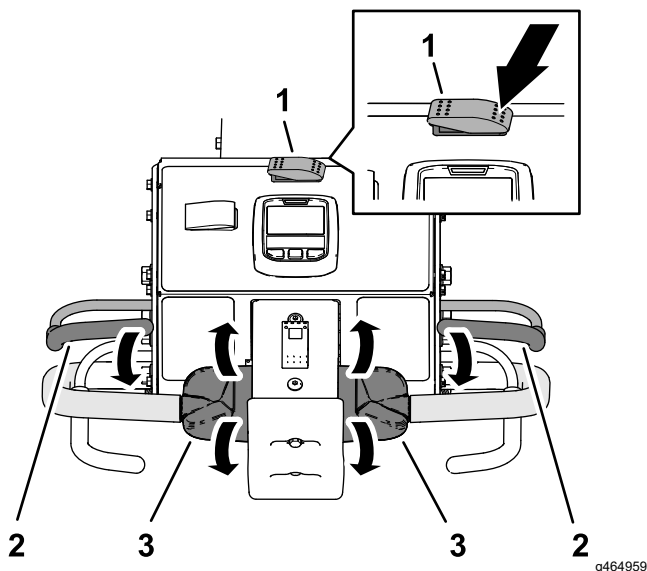

Bild 83
3. Drücken Sie die linke Seite des Transport-/Aerifizierschalters auf die TRANSPORT-Stellung (Bild 83).
5. Fassen Sie den linken oder rechten Lenker und den Schaltbügel (Bild 83), und drücken Sie den Schaltbügel an den Lenker.